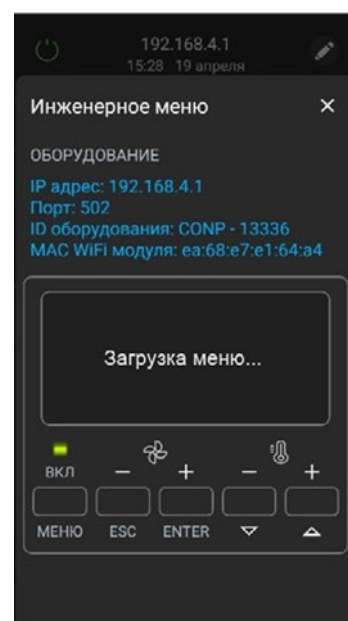

Рис.23
2. Три раза нажмите на кнопку «ENTER» в нижней части экрана – вы перейдете на экран «Загрузка меню» (см. рис.23).